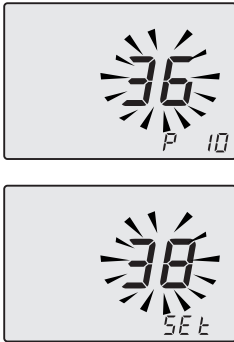

Figura 5.52
- Utilizzando i tasti 12 o 13 è possibile modificare il valore del parametro 10 da **00=0s** a **100=510s** (ogni aumento o diminuzione di una unità sul display corrisponde a 5 secondi). Es. 36=180 secondi. Nel display si alternano le scritte **P10 - SEt** (Figura 5.52).